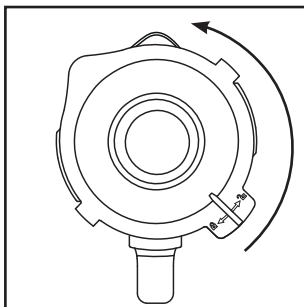
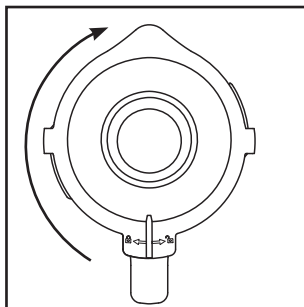

Abb. 1
Abb. 2
- 1) Drehen Sie den Mixaufsatz ③ gegen den Uhrzeigersinn, bis der Pfeil ▼ unter dem Griff des Mixaufsatzes über der Position ☞ steht. Nehmen Sie den Mixaufsatz ③ gerade nach oben vom Motorblock ⑥ ab.
- 2) Entfernen Sie den Deckel ②, indem Sie ihn so weit gegen den Uhrzeigersinn Richtung Position ☞ drehen (siehe Abb. 1), bis Sie ihn nach oben abziehen können.
- 3) Befüllen Sie den Mixaufsatz ③. Überschreiten Sie dabei niemals die Markierung MAX.
- 4) Drücken Sie den Deckel ② versetzt wieder fest auf den Mixaufsatz ③ auf. Schließen Sie den Deckel ②, indem Sie ihn im Uhrzeigersinn in die Position ☞ drehen, bis er hörbar einrastet (siehe Abb. 2). Achten Sie darauf, dass die Ausgießnase am Mixaufsatz ③ verschlossen ist. Nur wenn der Deckel ② bündig aufgesetzt ist, kann der Motor starten.